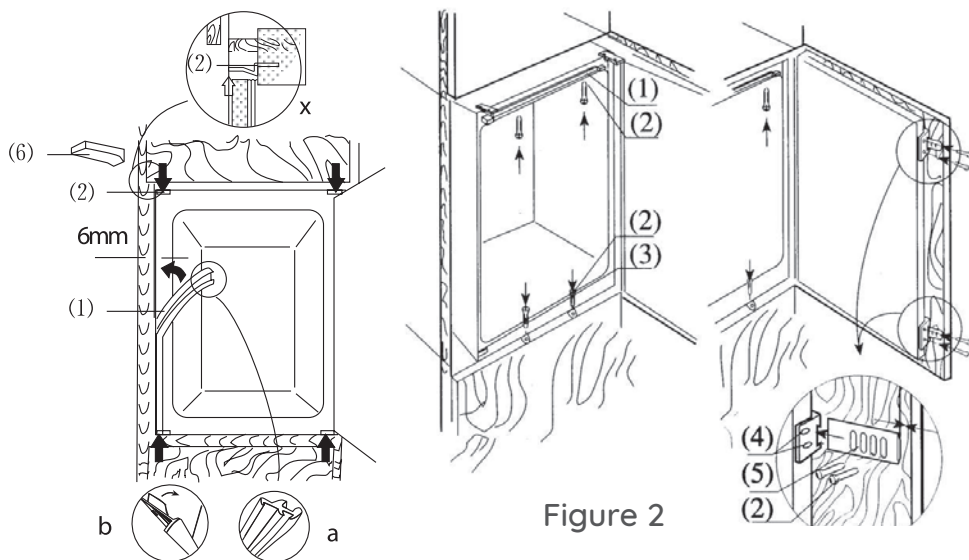

Figure 2
• Installation (Figure 2)
2. Passez le câble d'alimentation à travers le meuble de manière à pouvoir le raccorder à la prise de courant après l'installation de l'appareil. Déposez le couvercle (6) uniquement s'il n'y a pas d'espace.
3. Placez le réfrigérateur dans le meuble. Fixez les montres (1) par les vis (2) sur le châssis en haut après avoir poussé le réfrigérateur dans la niche pour deux tiers. Ensuite poussez le réfrigérateur à fond tout en vérifiant que le crampon des montres s'en castre sur le châssis horizontal du meuble.